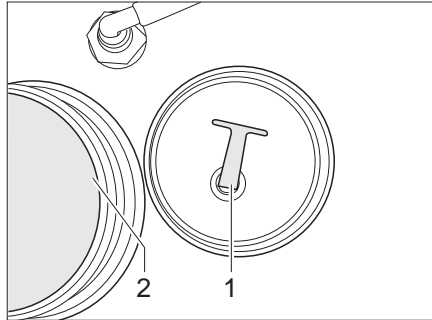

Fig. 141 Réservoir d'eau
- Dévisser le couvercle de fermeture (Fig. 141,2) du réservoir d'eau.
- Dévisser le bouchon de fermeture (Fig. 141,1) de l'ouverture de vidange. L'eau s'écoule.